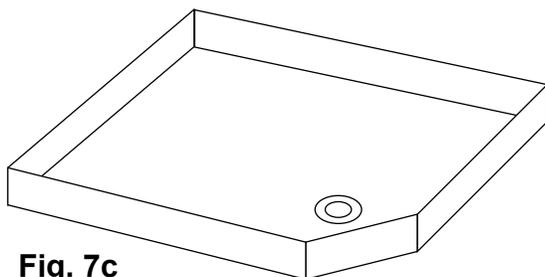
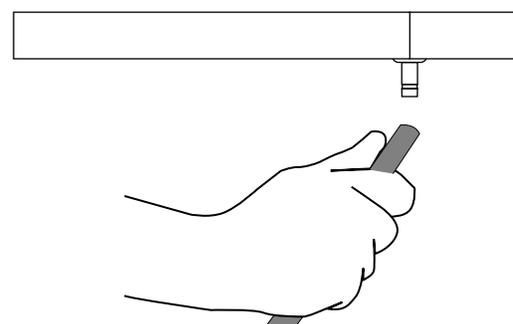

Fig. 7c
Fig. 7d
7.3 Prenez le tube de 5/16" dia. que vous avez déroulé précédemment et enfitez une extrémité sur le connecteur situé en dessous du plateau Fig. 7c et Fig. 7d